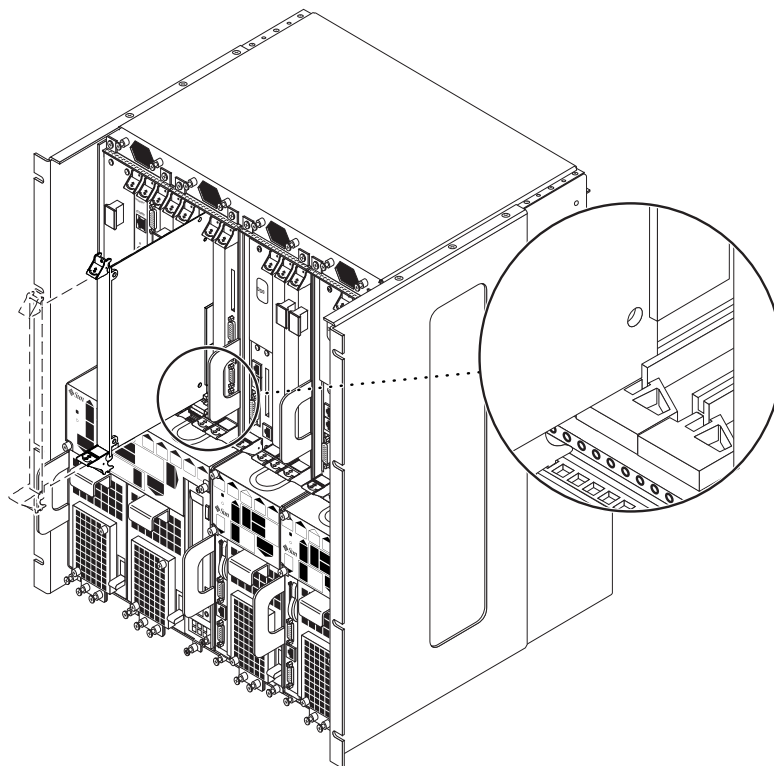

FIGURE 4-6 Alignement de la carte sur les fentes de l'emplacement de carte
9. Placez-vous à l'avant du système et, tout en la maintenant verticale, glissez la carte E/S avant dans l'emplacement, entre les deux guides (FIGURE 4-6).